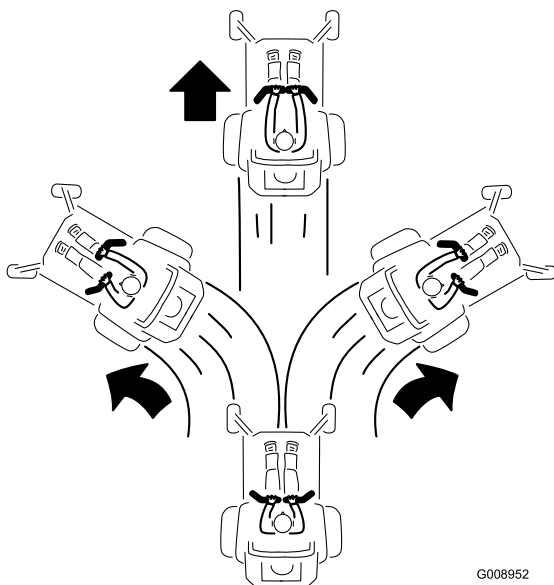

Figura 14
2. Para andar para frente empurre as alavancas de controlo do movimento para a frente (Figura 14).
Para andar direito, aplique pressão igual em ambas as alavancas de controlo do movimento (Figura 14).
Para rodar, liberte a pressão da alavanca de controlo de movimento virada para a direção para a qual quer virar (Figura 14).